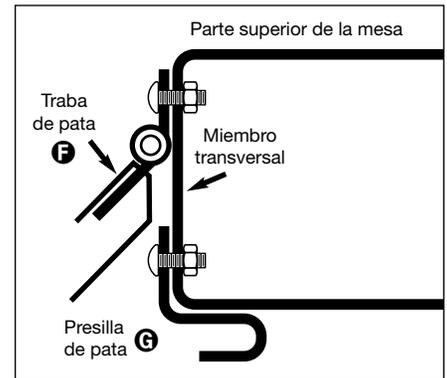
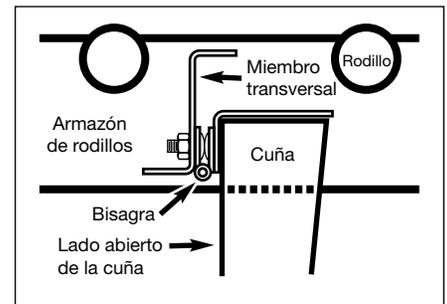
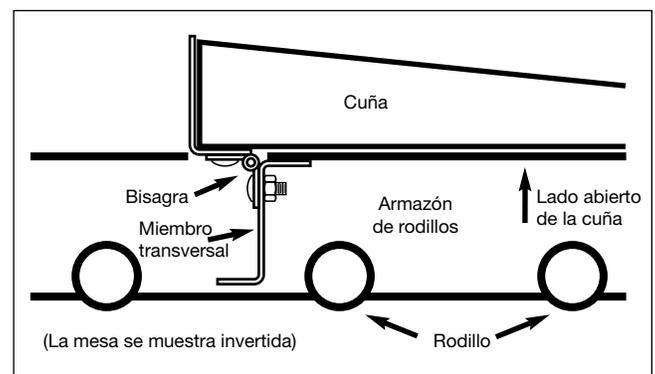

Figura 2
Figura 3
Figura 4
4. Coloque el armazón de rodillos **A/B** invertido sobre una superficie nivelada y monte las presillas de pata **G**. Las presillas se montan en los orificios superiores de los miembros transversales centrales según se encuentra orientado actualmente el armazón (vea la Figura 2). De esta forma estarán colocadas en la parte inferior del armazón cuando la unidad esté en la posición vertical. Use (2) pernos de cabeza redonda #10-24 x 1/2" y (2) tuercas de tope #10-24.
5. Fije la bisagra de pata de aleta suelta **K** en la cuña de pata interna **C**. Oriéntela de tal manera que cuando la pata esté en la posición vertical (según lo estará durante su uso), la 1/2 suelta de la bisagra cuelgue hacia abajo. El lado plano de la bisagra deberá dar hacia la cuña. El lado del pasador de la bisagra tiene que dar de cara hacia afuera o alejado de la cuña. Asegúrela con (4) pernos de cabeza redonda #10-24 x 1/2" y (4) tuercas de tope #10-24. Primero, alimente los pernos a través de la bisagra.
6. Pliegue la traba de la pata por la mitad y coloque el ensamble de la pata sobre el armazón de rodillos. Oriéntela de tal manera que la 1/2 suelta de la bisagra cuelgue hacia abajo y esté en línea con los orificios del miembro transversal del armazón de rodillos. Asegure la bisagra en el armazón de rodillos con (4) pernos de cabeza redonda #10-24 x 1/2" y (4) tuercas de tope #10-24. Figura 3 y Figura 4.
7. Incline la unidad de lado y gire las patas en sus posiciones verticales. Fije los extremos sueltos de las trabas de pata en el miembro transversal central del armazón de rodillos. ¡NO TRATE DE FIJARLOS CON EL ARMAZÓN INVERTIDO! La pata podría cerrarse de golpe ocasionando lesiones. Asegúrelos con (2) pernos de cabeza redonda #10-24 x 1/2" y (2) tuercas de tope #10-24. Figura 2.
8. Instale los (4) deslizadores ajustables **L** dentro de los rebordes roscados de las patas.